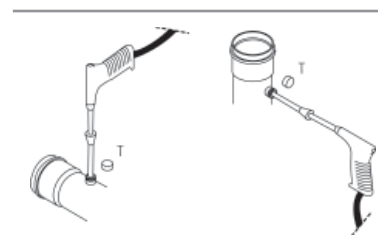

Fig. 5.d
1. enlever le bouchon T du tronçon d'inspection du tube d'évacuation des fumées de l'humidificateur (Fig. 5.d);